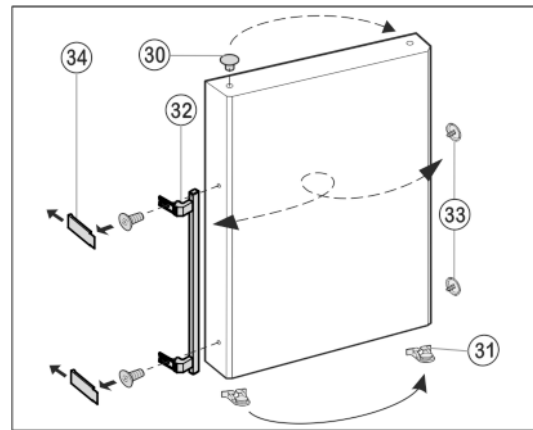

Fig. 12
- ▶ Irrota tulpat *Fig. 12 (30)* oven saranaholkeista ja vaihda vastakkaiselle puolelle.
- ▶ Ovenkahva *Fig. 12 (32)*, tulpat *Fig. 12 (33)* ja paininlevy* *Fig. 12 (34)* irrotetaan ja vaihdetaan toiselle puolelle.